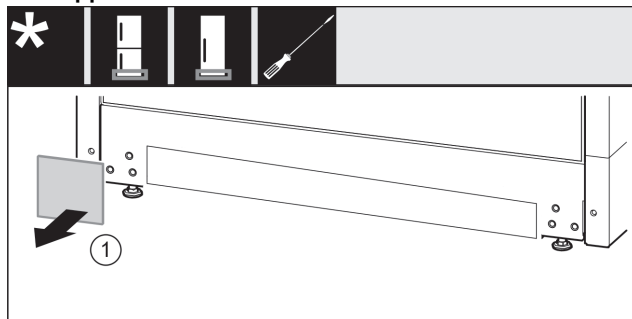

Fig. 15
- ▶ Tag afdækningen Fig. 15 (1) af.